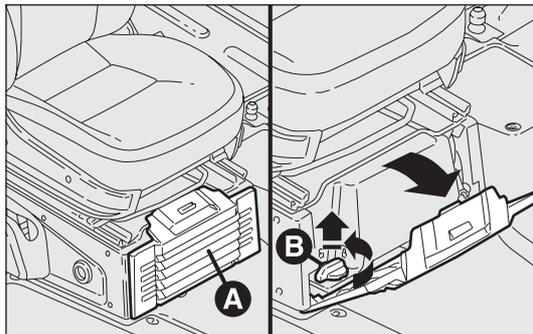
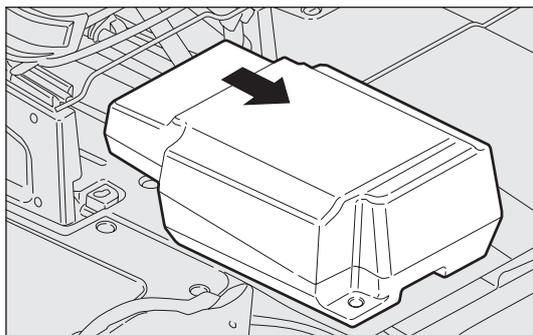

fig. 212
fig. 213
- ❑ Aprire lo sportello A ed asportarlo agendo come illustrato in fig. 212;
- ❑ ruotare in senso antiorario il pomello B di bloccaggio e asportarlo fig. 212 per permettere la fuoriuscita del cassetto fig. 213;